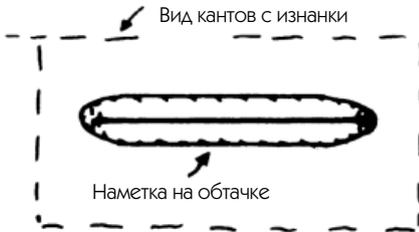
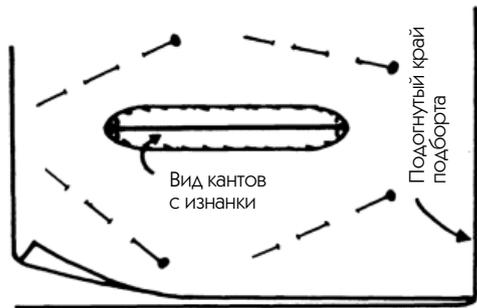

Рис. 111
Рис. 125
9. Загните обтачку к изнанке и наметайте вокруг каждой из петель (рис. 111).
— С изнаночной стороны сделайте небольшой загиб и пришейте его подшивочным швом вдоль точек крепления кантов. При помощи иголки сформируйте щель, придавая углам закругленную форму (рис. 111).
15. Накройте петлю подбортом, как предусмотрено, и закрепите его несколькими булавками (рис. 125) или наметайте (еще раз взгляните на рис. 111).
чек. При помощи иголки сформируйте щель, придавая углам закругленную форму (рис. 125).